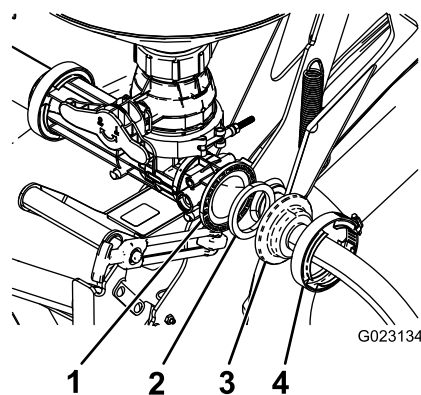

Figura 20
4. Sujete el extremo de la manguera de alimentación que no lleva conector estanco al orificio de la válvula del eyector que está orientado hacia atrás, con una junta y una abrazadera de manguera (Figura 20).